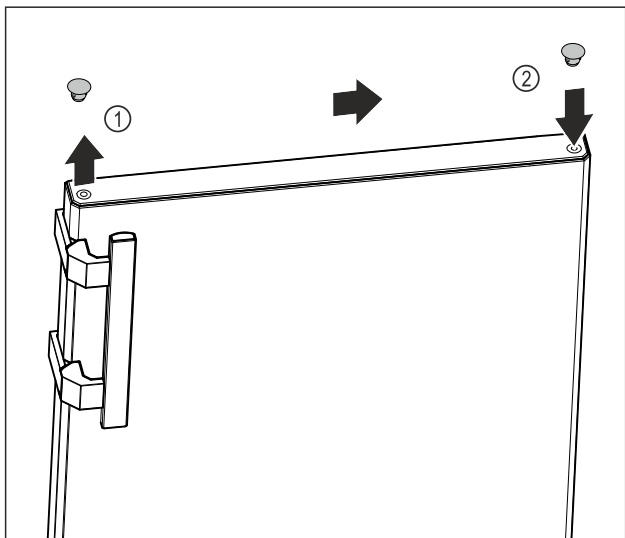

Fig. 10
- ▶ Soulever avec soin le cache de recouvrement de la partie supérieure de la porte Fig. 10 (1) au moyen d'un tournevis plat.
- ▶ Placer le cache de recouvrement du côté opposé. Fig. 10 (2)